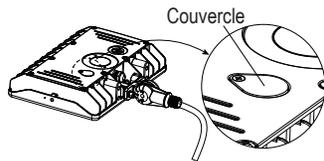

Figure 3
**Étape 4:** Faites glisser le couvercle dans sa position initiale et serrez le vis maintenant le couvercle. (Figure 3)